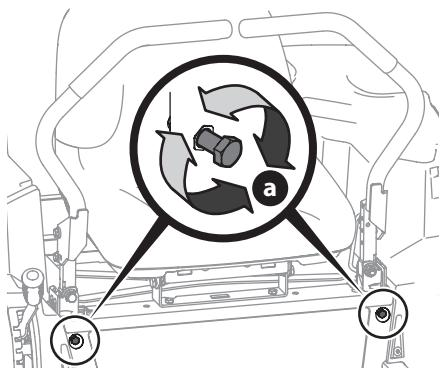

Figura 41
- Ubique los pernos del ajuste de detención de las palancas de control de la transmisión de barras de seguridad (a) que están en el frente del marco del asiento (Figura 41).
- Para reducir la velocidad de avance, gire los pernos del ajuste de detención de las palancas de control de la transmisión de barras de seguridad (a) en el sentido de las agujas del reloj. Para incrementar la velocidad de marcha hacia adelante, gire los pernos de ajuste de detención de las palancas de control de la transmisión de barras de seguridad (a) en el sentido contrario a las agujas del reloj. Gire los pernos de ajuste de detención de las palancas de control de la transmisión de barras de seguridad (a) en la dirección necesaria 1/4 de giro por vez. Despues de girar los pernos de ajuste de detención de las palancas de control de la transmisión de barras de seguridad (a), compruebe el ajuste manejando el tractor (Figura 41).